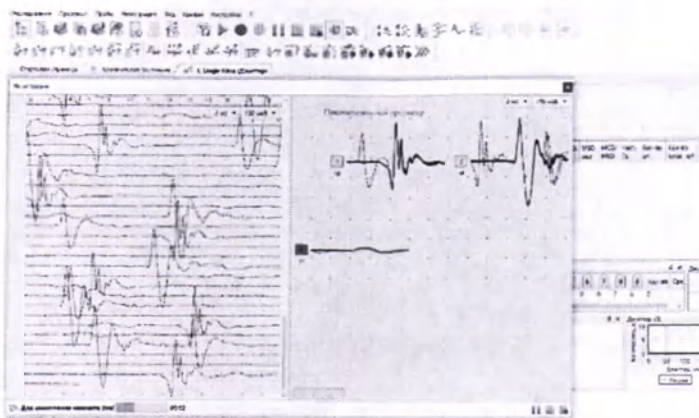

Рис. 212. Окно регистрации потенциалов. В левой части — нативные кривые, в правой — найденные потенциалы
4. При активации регистрации выводится окно регистрации, которое разделено на две части: левая — свободный просмотр записи (нативные кривые), правая — выделенные кривые (рис. 212).